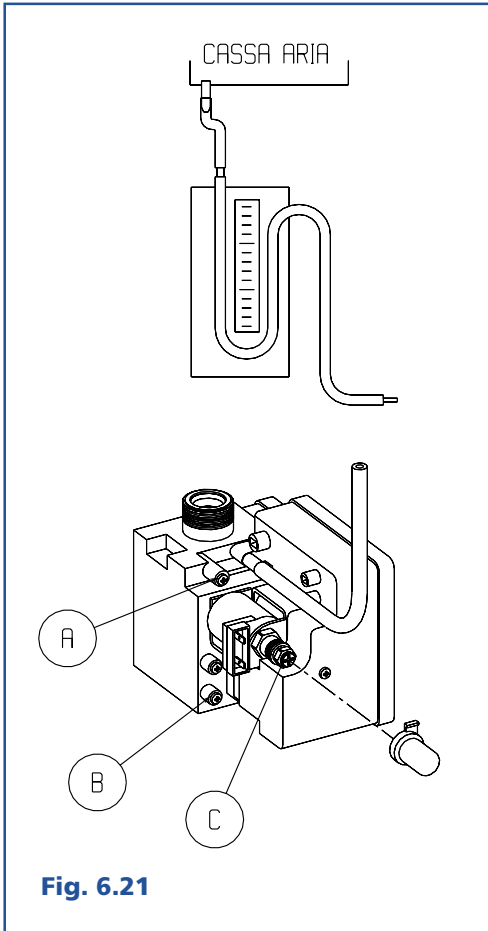

Fig. 6.21
- collegare il manometro sulla presa di pressione (B) a monte della valvola gas;
- scollegare il manometro e chiudere la presa (B).
6.6 Taratura delle pressioni al bruciatore (Fig. 6.21)
- collegare un capo del manometro alla presa di pressione (A) a valle della valvola del gas e l'altro alla presa di compensazione sulla cassa aria;
- togliere il cappuccio di protezione della vite di regolazione del minimo (C).